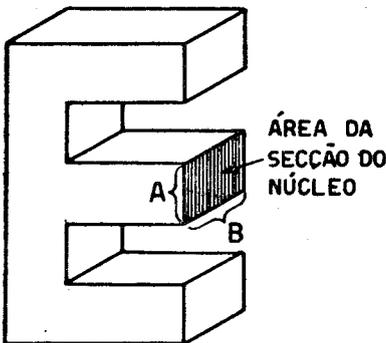

FIG. 7
porém, não indica seu formato. O formato da área da seção do núcleo pode ser retangular ou quadrado. O produto de um dos lados pelo outro ( $A \times B$  na fig. 7) é a área da seção do núcleo. No nosso exemplo,  $A \times B$  deve resultar 8,5. Na figura 9 ilustramos três tipos possíveis de disposições da seção do núcleo. O mais adequado é o de seção quadrada (B), pois facilita o enrolamento e exige menos fio para a execução do mesmo.